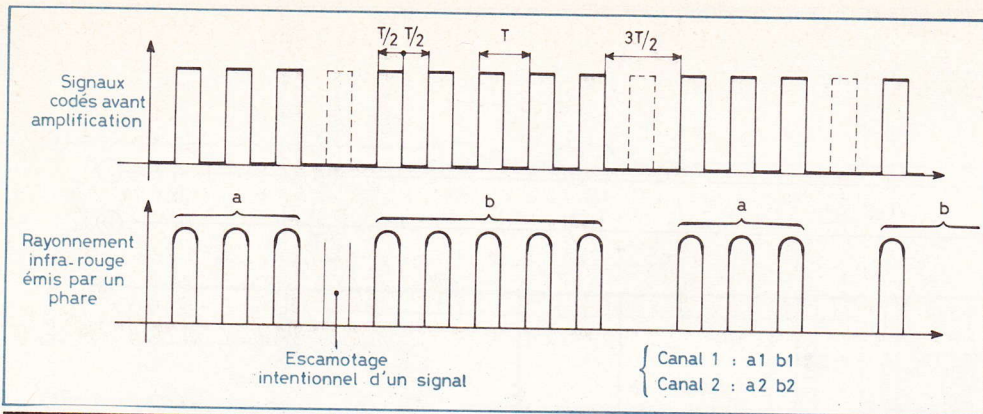

Fig. 1. — Le principe retenu consiste à produire un rayonnement non continu sous la forme d'impulsions périodiques à une fréquence de l'ordre de 100 Hz.
a) Le codage des signaux lumineux : (fig. 1)
La figure 1 reprend le principe du codage pour un canal donné. On remarquera que ce canal est défini par un code de deux chiffres a et b. Ces chiffres pouvant varier de 1 à 9, il en résulte la possibilité de former un certain nombre de combinaisons basées sur les règles suivantes :